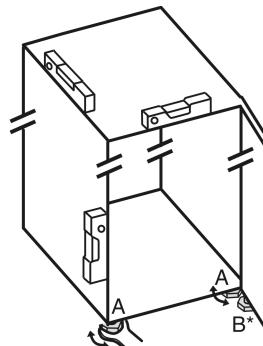

Fig. 8
- Выкрутите регулируемые опоры Fig. 8 (A) при помощи входящего в комплект поставки рожкового ключа и, используя уровень, выставьте устройство прочно и ровно по горизонтали.
- Выверните регулируемую опору Fig. 8 (B) на нижнем опорном кронштейне при помощи входящего в комплект поставки рожкового ключа до ее соприкосновения с полом.
- Поверните регулируемую опору Fig. 8 (B) еще на 90°.